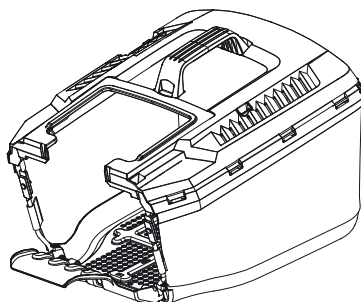

Fig. 8
- > Le bac de ramassage est prêt à être utilisé (Fig. 8).